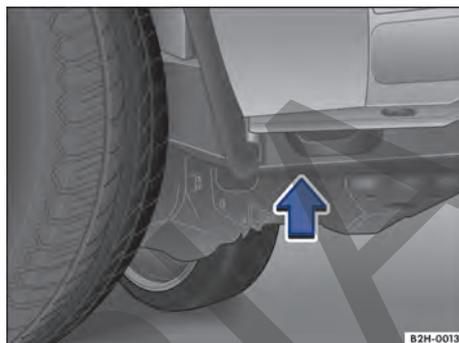
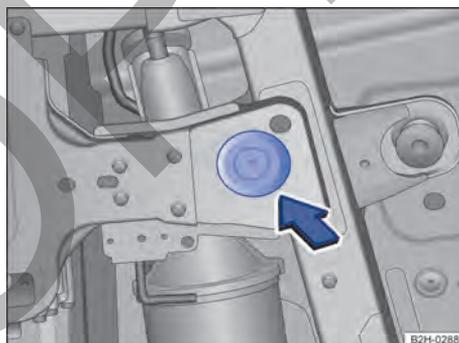
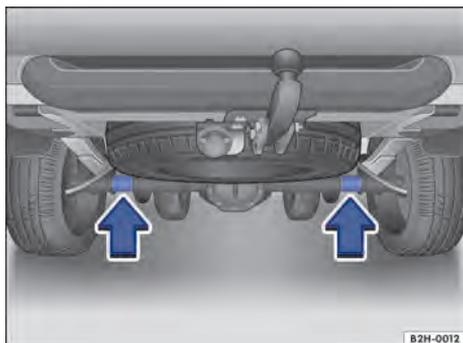

Fig. 209 Desde el lateral: punto de apoyo para el gato en la parte delantera.
Fig. 210 Desde abajo: punto de apoyo para el gato en la parte delantera.
Fig. 211 Puntos de apoyo para el gato en la parte trasera.
Coloque el gato únicamente en los puntos que se indican → fig. 209 (visto desde un lateral) o → fig. 210 (visto desde abajo).
Coloque el gato únicamente en los puntos de apoyo que se muestran → fig. 211 (flechas).
3. Busque en la parte delantera → fig. 209 o trasera → fig. 211 el punto de apoyo para el gato que esté más cerca de la rueda que haya que cambiar.